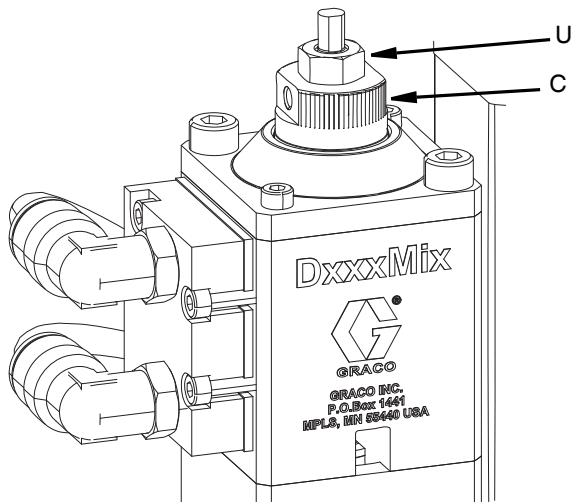

ABB. 10
1. Die Kontermutter (U) auf der Oberseite des Ventils lösen.
2. Die Einstellmutter (C) gegen den Uhrzeigersinn drehen, um die Öffnungsweite des Ventils zu verringern.
3. Die Einstellmutter (D) langsam öffnen und Druckluft zirkulieren lassen, bis der gewünschte Durchfluss erreicht ist.
4. Die Sicherungsmutter (U) festziehen, die die Einstellmutter (C) hält. Siehe ABB. 10.